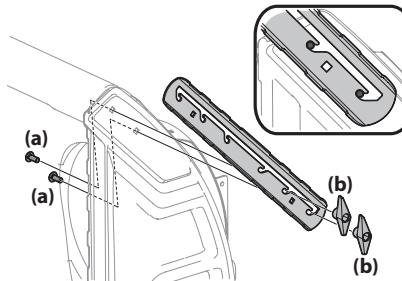

Figure 2-48
1. Desserrez les deux boulons de carrosserie (a) et les écrous papillon (b) qui fixent chaque barre de coupe au boîtier des tarières. Voir Figure 2-48.